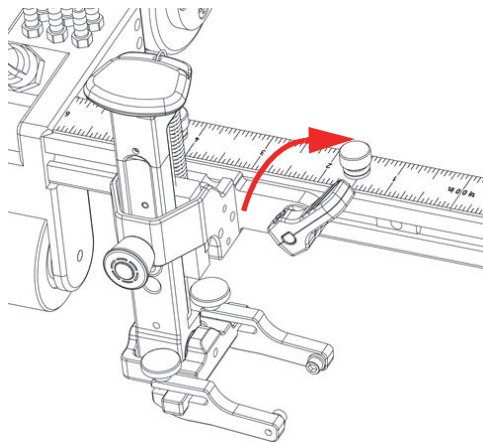

图 2-16 定位杆处于锁定位置
3. 顺时针旋转定位杆，将探头托架锁定到位（参见第52页的图 2-16）。